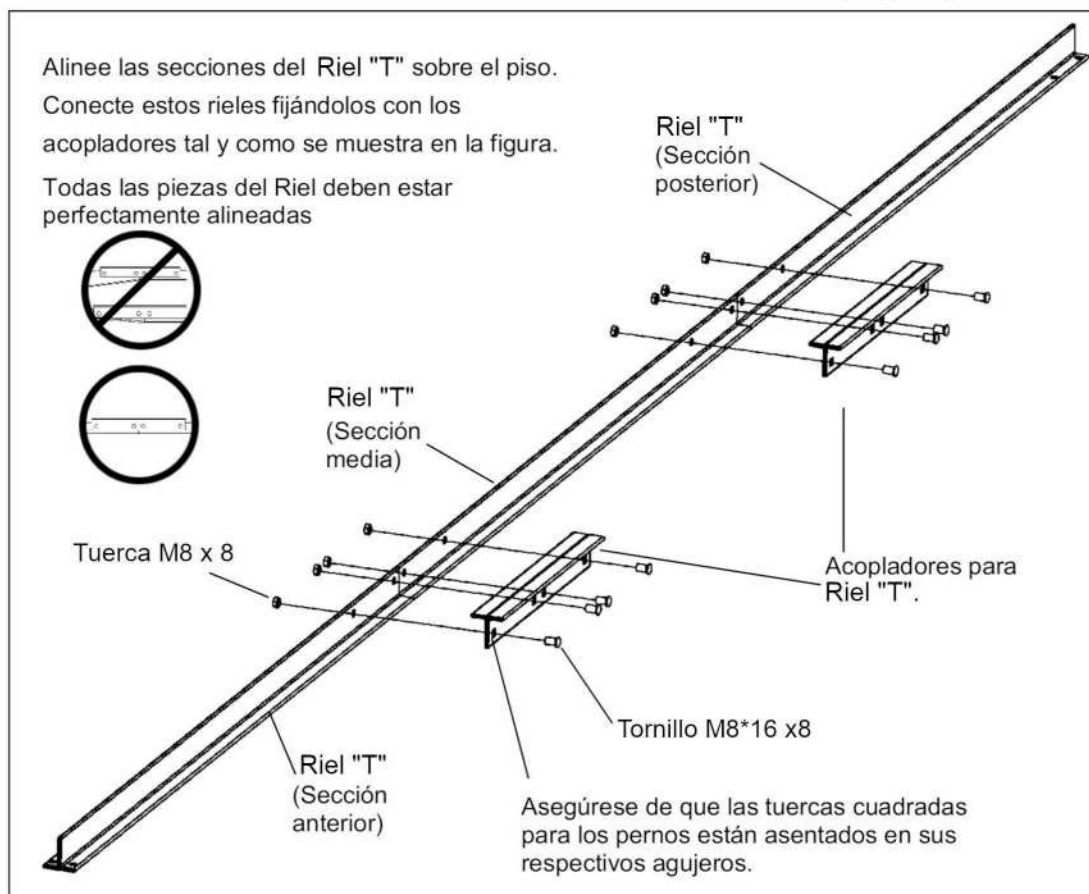

Fig.23
5.8.1.-Conecte las Secciones del Riel "T" de Acero Seccionado. (Fig.23)